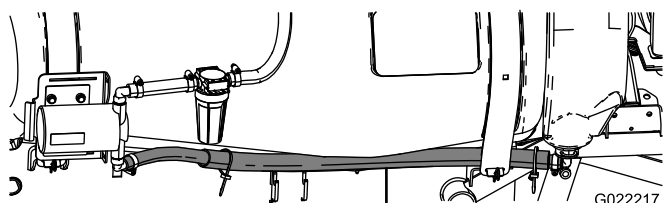

Figura 12
1. Enrute la manguera del depósito de enjuague entre el fleje delantero y el lateral del depósito (Figura 12).
3. Sujete el extremo de la manguera al conector de manguera inferior de la bomba de enjuague con una abrazadera (Figura 12).